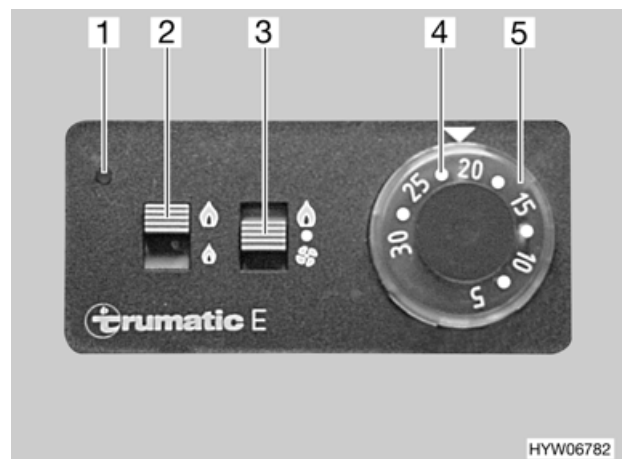

Fig. 72 Centralina di controllo per Trumatic E
- Impostare la manopola della temperatura (Fig. 72,5) sulla temperatura ambiente desiderata.
- Posizionare l'interruttore a scorrimento (Fig. 72,2) sulla potenza desiderata:
- Posizionare l'interruttore a scorrimento (Fig. 72,3) su  "Riscaldamento".
Si accende la luce spia verde (Fig. 72,4). Durante la fase di riscaldamento la sua intensità raddoppia.
In caso di guasto si accende la luce spia rossa (Fig. 72,1).
- Posizionare l'interruttore a scorrimento (Fig. 72,3) su  "Spento".
- Posizionare l'interruttore a scorrimento (Fig. 72,3) su  "Ventilatore".